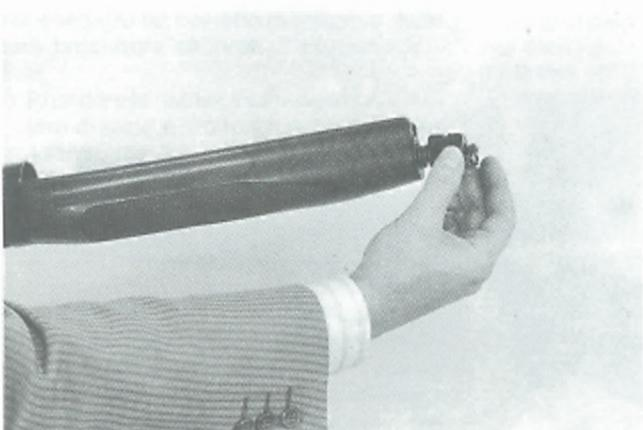

Fig. 5
- 3) Svitare il cappellotto fissaggio astina (fig. 5) e sfilare l'astina stessa facendola scorrere in avanti lungo il tubo serbatoio (fig. 6).
- 3) Unscrew the fore-end cap (fig. 5) and pull the fore-end forward along the tubular magazine (fig. 6).
- 3) Dévisser le capuchon de fixation du levier d'armement (fig. 5) et retirer le levier en le faisant coulisser en avant le long du tube magasin (fig. 6).